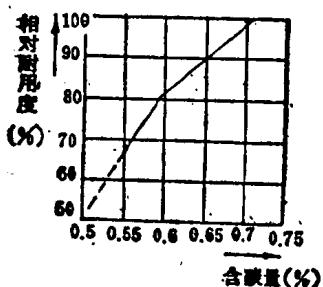

图 1. W18Cr4V 钢车刀的
- (1) 硬度和耐磨性降低，性能变坏（刀具切削性能与其含碳量的关系如图 1 所示）；
- (2) 引起淬火过热；
- (3) 增加淬火变形；
- (4) 刀具表层易形成淬火裂纹。